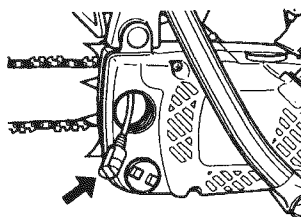

Fig. 34
**Filtro de combustible (Fig. 34)**